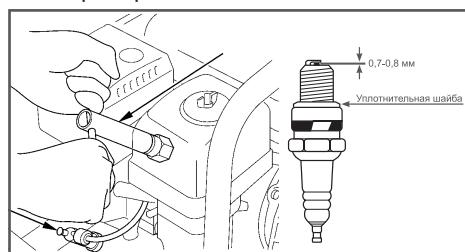

Рис. 25 Обслуживание свечи зажигания
1. Отсоедините колпак свечи зажигания и удалите грязь вокруг свечи зажигания (Рис. 25).
4. Измерьте зазор между электродами свечи зажигания специальным щупом. Зазор должен быть  $0,7-0,8$  мм (Рис.25). При увеличении, или уменьшении требуемого зазора, рекомендуется заменить свечу, так как регулировка зазора может привести к изменению качества искрообразования.